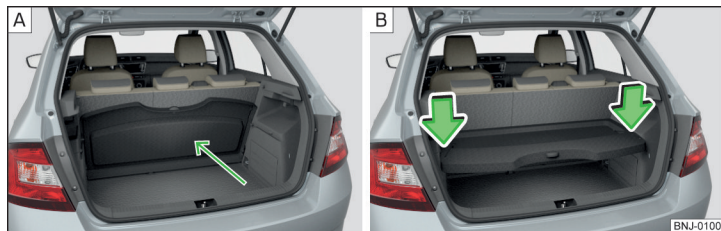

Fig. 108 Cubierta del maletero: Detrás de los respaldos de los asientos traseros / guardado en la posición inferior
El cubrimiento se puede retirar del vehículo, dado el caso se puede guardar en dos posiciones » fig. 108 de la pág. 86.
La cubierta del maletero se puede guardar detrás de los respaldos de los asientos traseros » fig. 108 - [A] o en la posición inferior » fig. 108 - [B].
- » Presionar sobre la parte superior de la cubierta en el sentido de la flecha » fig. 108 - [B].